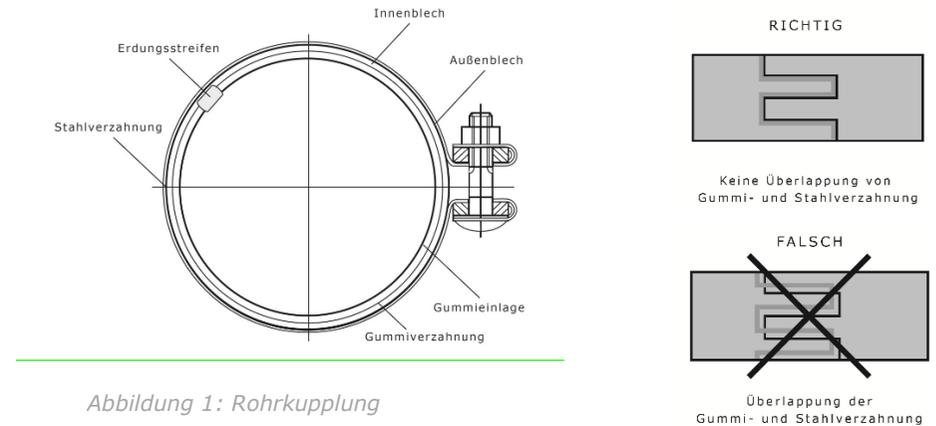
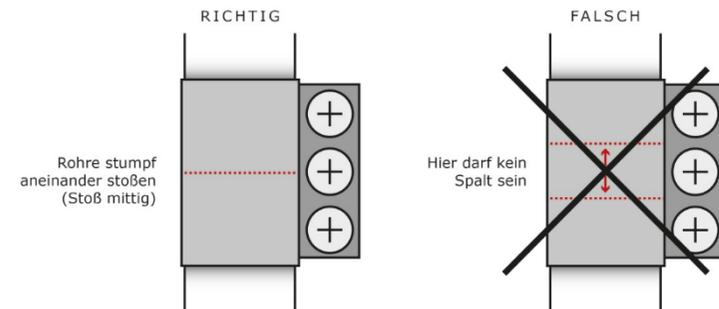

Abbildung 1: Rohrkupplung
Abbildung 2: Verbindung zweier Rohre durch ein Rohrverbindungselement
- 1.) Prüfen Sie, ob die Verzahnung der Gummi- und Stahlmanschette entsprechend der *Abbildung 1* angeordnet ist und dass das Erdungsband nur mit den kurzen Enden das Rohr berührt.
- 4.) Schieben Sie das Verbindungselement ganz über das Rohrende. Das zweite Rohr bündig anlegen und das Verbindungselement vorsichtig bis zur Markierung schieben. (*siehe Abbildung 2*)
Um zu verhindern, daß die Dichtung aus der richtigen Position rutscht greifen Sie immer die Kupplung wie in **Abb. 1** gezeigt. Das wird Zeit sparen durch Beibehalten der rechten Position der Dichtung und Manschette in Bezug auf Mantel und Klemmflansch.
3. Greifen Sie die Kupplung wie in **Abb. 1** gezeigt, um Dichtung und Manschette (und Dichtungsschutzvorrichtung, wo vorhanden) in getrennten Viertelkreisen zu halten, wie in **Abb. 2** gezeigt. Stellen Sie sicher, daß die Dichtungszähne ineinandergreifen und nicht übereinanderliegen! Öffnen Sie die Kupplung durch zurückdrehen der Schraube bis zur Stirnseite der Mutter ! Innen - .der Kupplung muß größer sein als Rohraußen ..